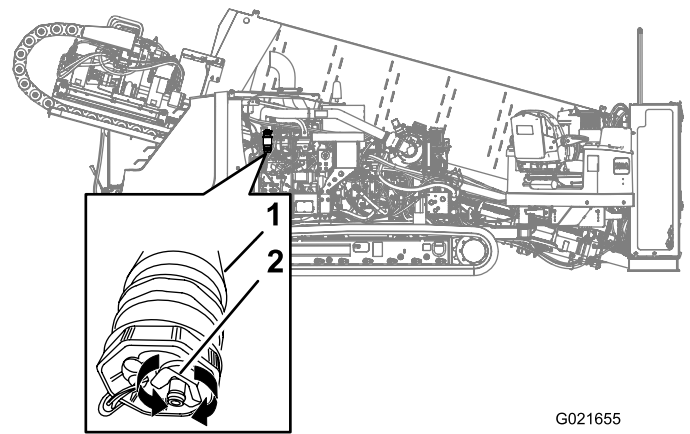

Figura 127
3. Coloque un recipiente debajo del filtro de combustible secundario (Figura 127).
4. Gire la válvula de vaciado, en la parte inferior del filtro de combustible secundario, 2 o 3 vueltas en sentido antihorario, y drene el agua y los sedimentos del filtro de combustible (Figura 127).